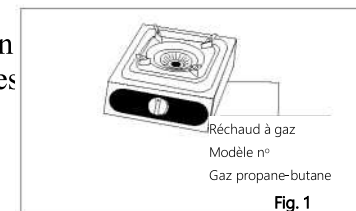

Fig. 1
- Ne pas utiliser un gaz autre que celui spécifié dans la présente notice et sur une plaque fixée à l'appareil (Fig. 1).